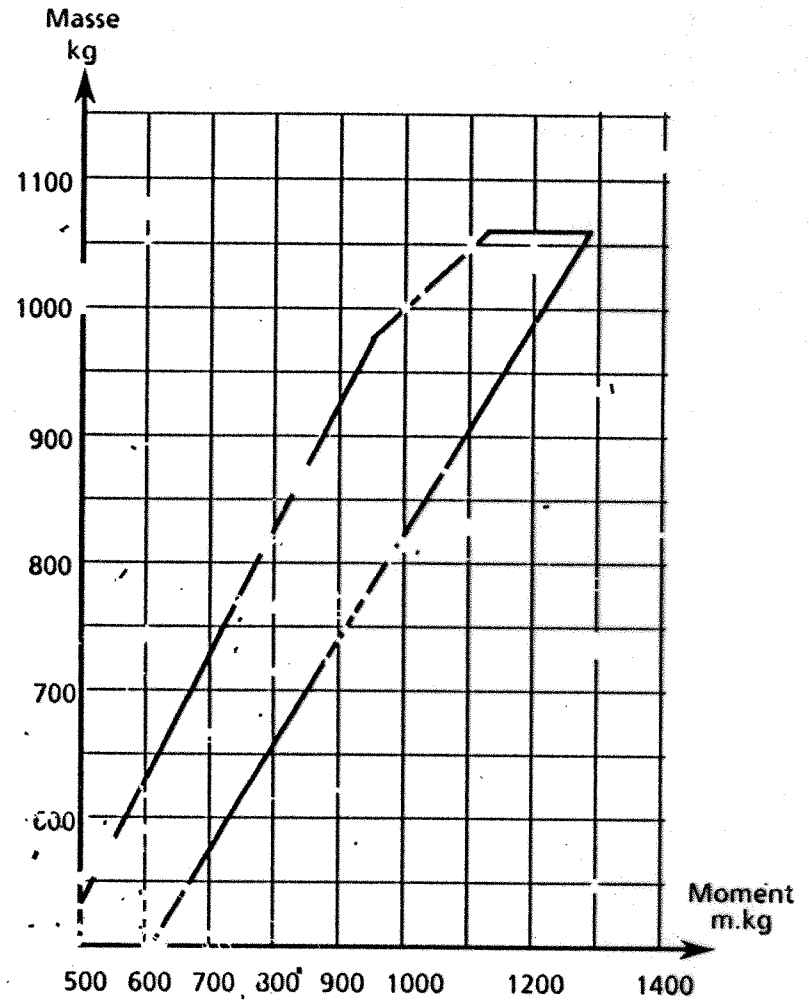

Figure 6.5 - DCMAINE MASSE / MOMENT
- Domaine masse / moment : voir Figure 6.5
Détachez la Figure 6.5 translucide et munissez-vous d'un crayon tendre.
- Sur la Figure 6.5, placer le point A (1) correspondant à votre avion vide.